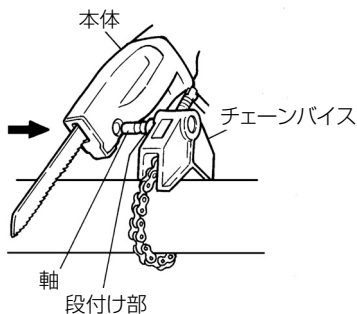

図 9
- (3) 本体の先端部の穴をチェーンバイスの軸に合わせ、軸の段付け部に突き当たるまでさし込みます。(図9、10)
- (4) 本体を引っ張ってみて軸の溝にボールプランジネジの先端のボールが入ったことを確認してください。